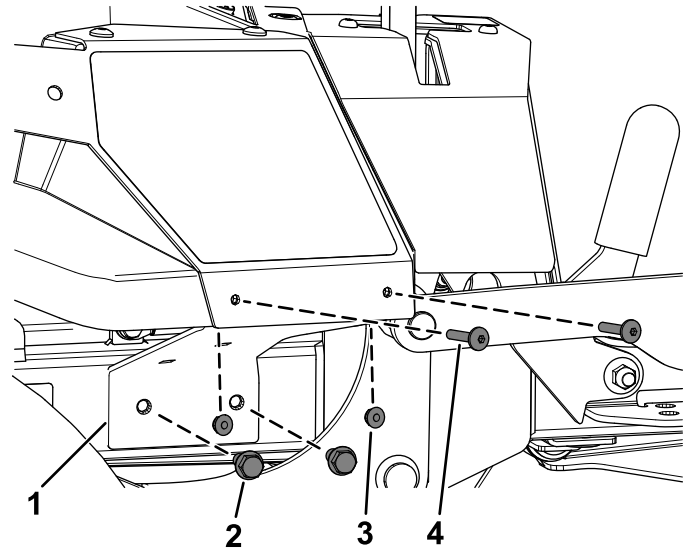

Bild 6
B. Befestigen Sie die rechte Verkleidungshalterung mit den beiden neuen Blechschrauben ($\frac{3}{8}$ " x 1") und den beiden zuvor entfernten Torx-Schrauben ($\frac{1}{4}$ " x 1-5/16") und den beiden Sicherungsmuttern ($\frac{1}{4}$ "), wie in Bild 6 dargestellt.